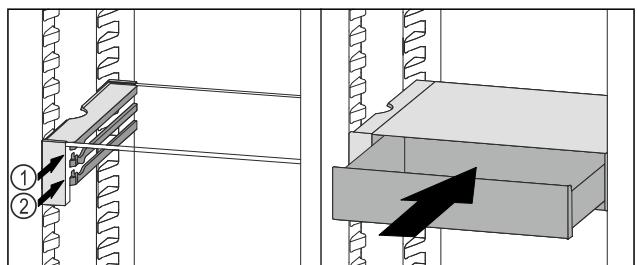

Fig. 97
- VarioSafe-Schubfach hinter den Stopfern auf gewünschter Rippe Fig. 97 (1) oder Fig. 97 (2) aufsetzen.